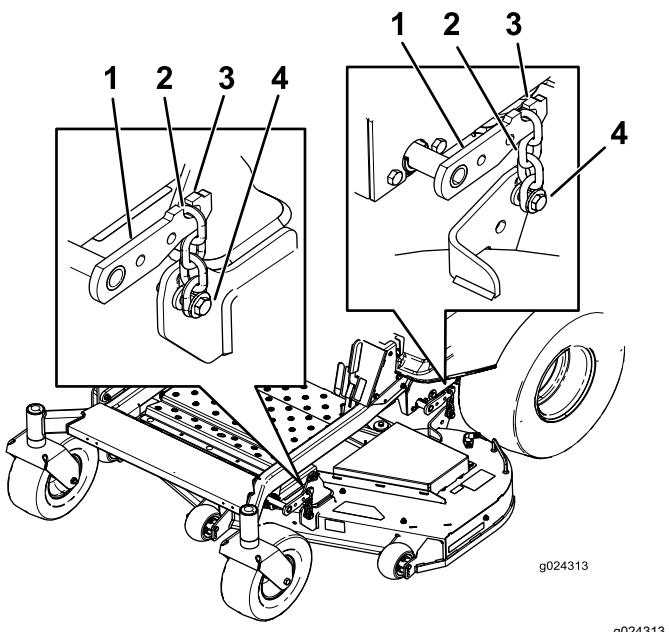

**Figura 68**
1. Retire la chaveta y la arandela que sujetan el pasador de enganche largo al bastidor y a la carcasa; retire el pasador de enganche (Figura 68).
9. Sujete el perno de enganche con las chavetas y las arandelas que retiró anteriormente (Figura 68).